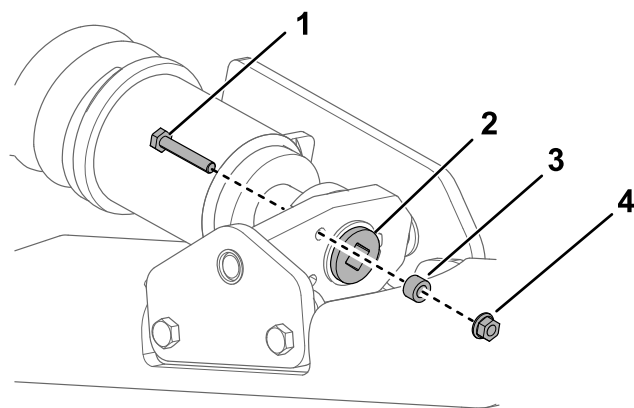
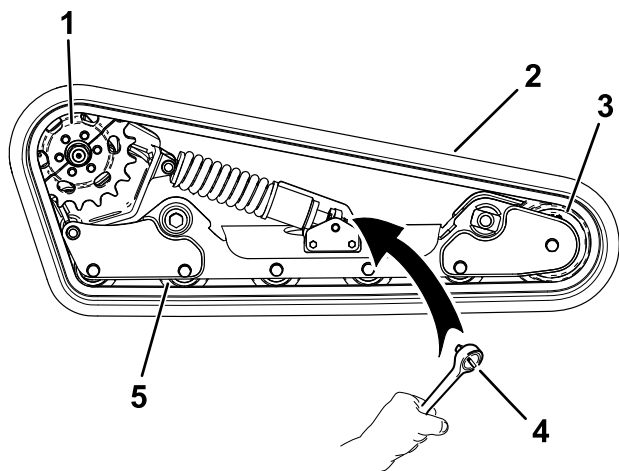

Figura 57
Figura 61
4. Retire el perno de bloqueo, el espaciador y la tuerca (Figura 57).
6. Alinee la muesca más próxima del tornillo tensor con el taladro del perno de bloqueo, y fije el tornillo con el perno de bloqueo y la tuerca (Figura 57).
7. Retire el perno de bloqueo, el espaciador y la tuerca (Figura 57).
8. Usando una llave de carraca de ½", alivie la tensión en la oruga girando el tornillo tensor en sentido horario (Figura 57 y Figura 61).
9. Retire los 3 pernos que fijan la mitad de piñón que no está acoplada con la oruga (Figura 61).
14. Coloque la nueva oruga alrededor de la rueda delantera y, a continuación, coloque la oruga alrededor del cubo de la transmisión en el lateral sin el piñón (Figura 61).
15. Presione la oruga debajo y entre las ruedas de rodaje y colóquela alrededor del bastidor (Figura 61).